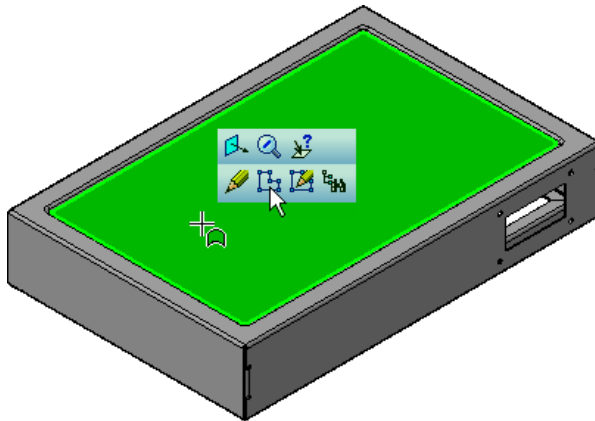

Рисунок 64.
- Укажите грань и создайте эскиз  (рис. 64).